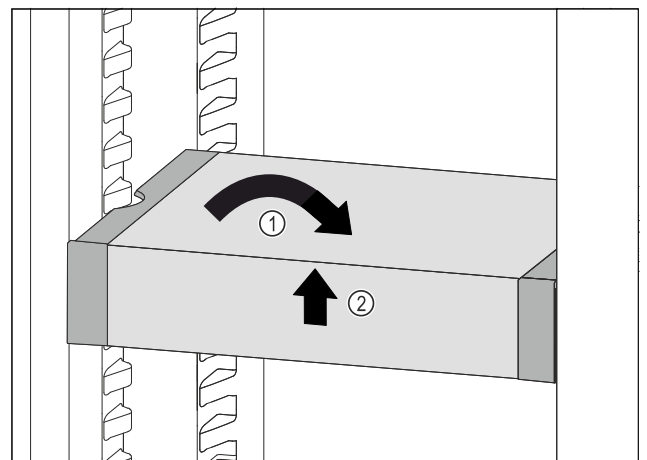

Fig. 64
► Coloque el VarioSafe en posición recta. Fig. 64 (1)
► Levante el VarioSafe por la parte delantera. Fig. 64 (2)